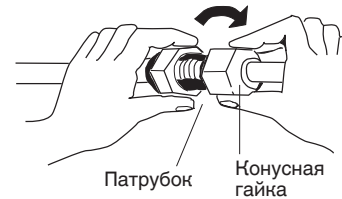

Рис. 5-5
- (3) Для выполнения надлежащего соединения установите трубу с патрубком и коническую трубу прямо друг напротив друга, затем плотно закрутите конусную гайку, чтобы получить точное сопряжение. (Рис. 5-5)